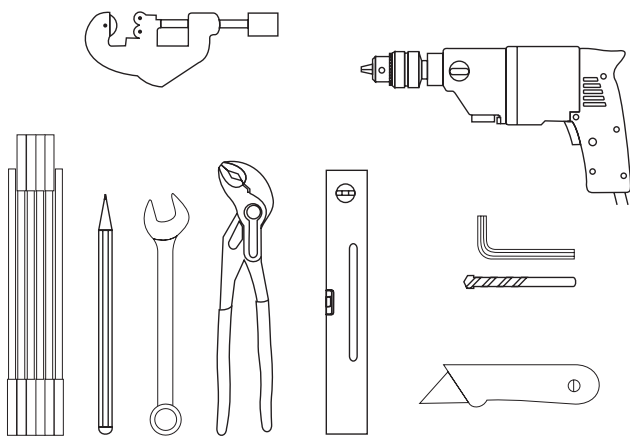

Abb. 6 Werkzeug für CIRCO 25/80 Montage
- Folgendes Werkzeug brauchen Sie für die Montage der CIRCO 25/80 Solarstation: Bohrmaschine, Steinbohrer, Rohrzanze, Maulschlüssel etc. (Abb. 6).